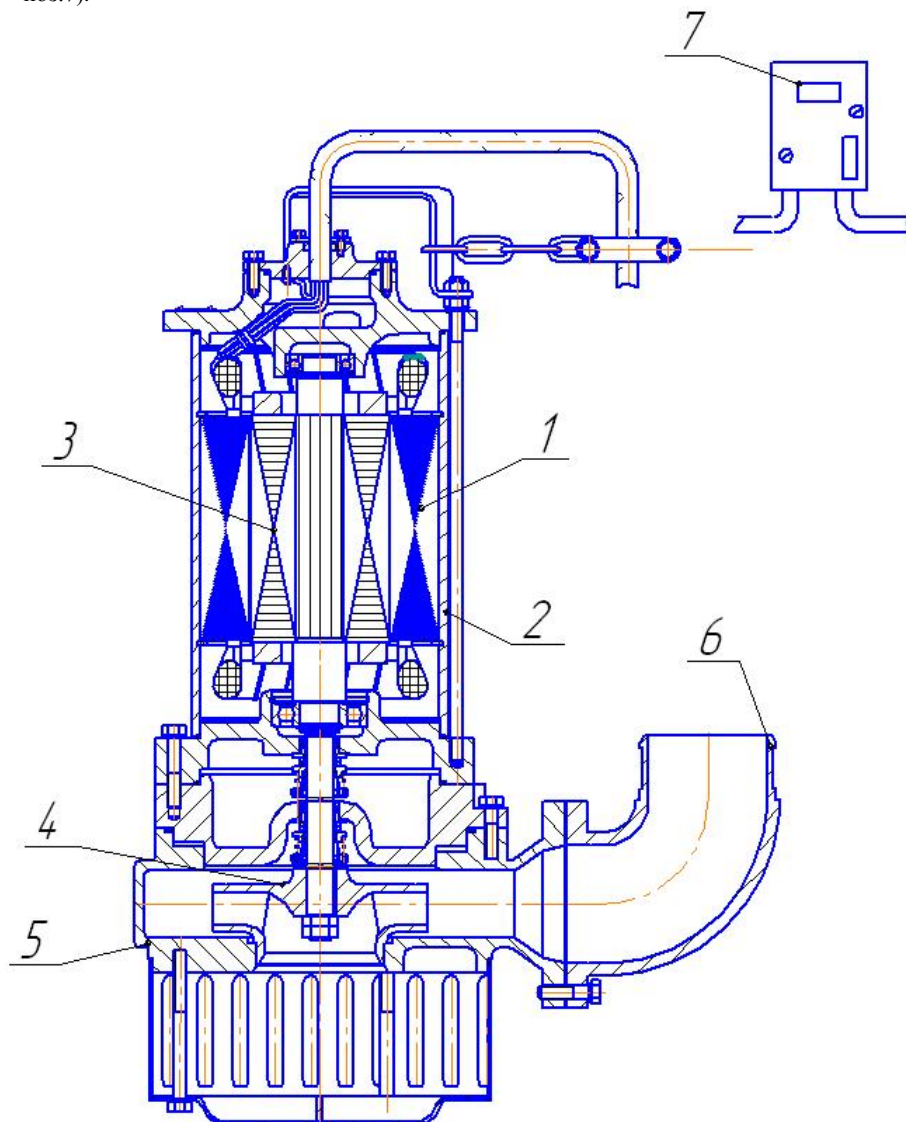

Рис.1
### 4. УСТРОЙСТВО И ПРИНЦИП РАБОТЫ (Рис.1)
СТАТОР (рис. 1, поз.1) – прессованный активный пакет железа, заключенный в гильзу (поз.2).
4.5. АВТОМАТИЧЕСКИЙ ВЫКЛЮЧАТЕЛЬ (приобретается отдельно)(рис.1 поз.7).